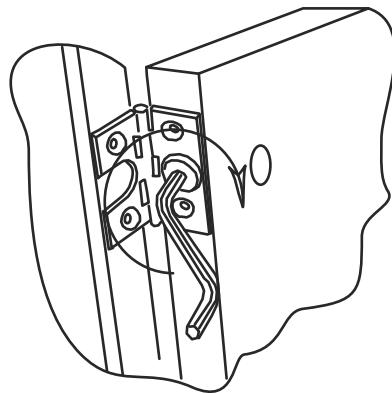

Рис. 2
Винтом крепить дверь 07 (07.01) к колонке стенки вертикальной 03(04) при помощи ключа (рис.2).